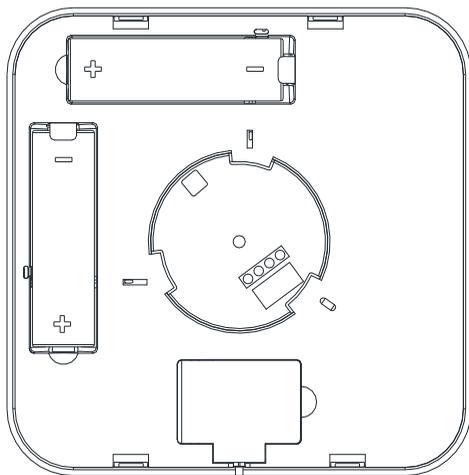

图 7 电池更换示意图
- ✧ 当电池发出电量不足的警报时，需更换电池（更换电池方法如图 7 所示），更换后需参考“设备测试”内容对报警器进行测试。更换下来的旧电池请投入专门的电池回收垃圾桶中。